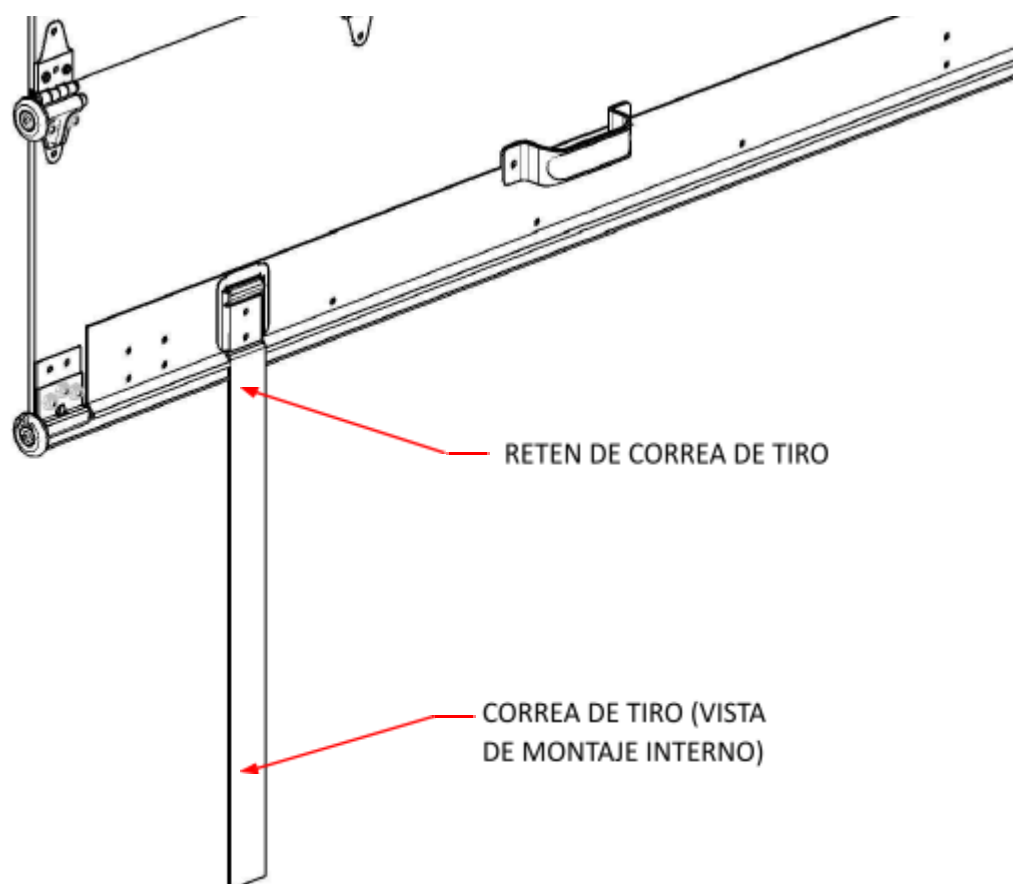

FIGURA 3
9. Inspeccione la correa de tracción de la puerta enrollable para ver si está deshilachada o desgastada y cámbiela si es necesario. (Ver figura 3).